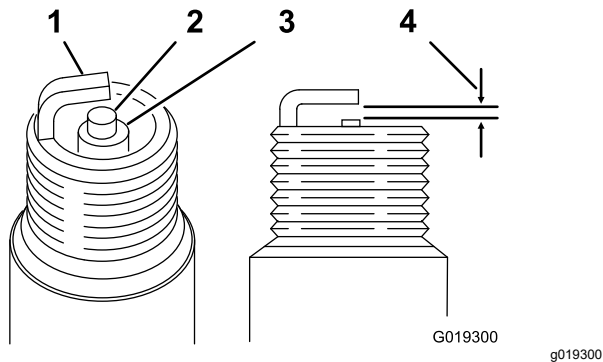

Figura 33
Distancia entre electrodos: 0,70 a 0,80 mm; consulte Figura 33
4. Ajuste la distancia entre electrodos a entre 0,70 y 0,80 mm, tal y como se muestra en la Figura 33.